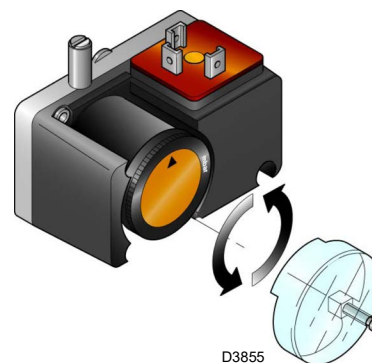

Рис. 31
- Отрегулируйте реле давления для контроля герметичности (комплект PVP)(Рис. 31 на стр. 32), при наличии, в соответствии с инструкциями, прилагаемыми к самому комплекту.
Отрегулируйте реле давления для контроля герметичности (комплект PVP) (Рис. 31) в соответствии с инструкциями, прилагаемыми к самому комплекту.